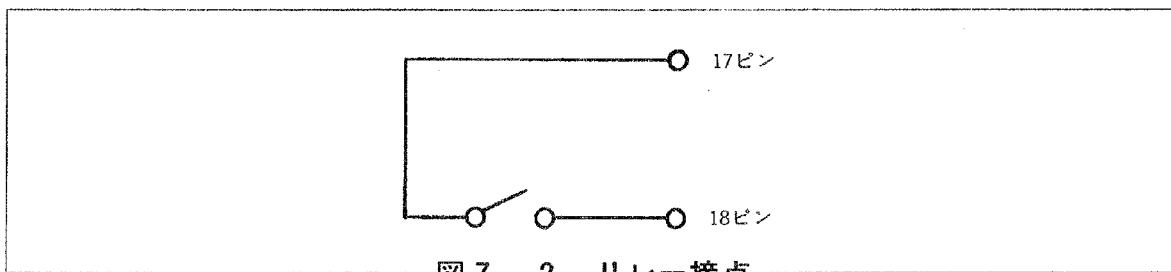

図7-2 リレー接点
- ・ブザー、リレー・モードがHIGH/GO/LOW/HIGH & LOWのいずれかに設定されていて、比較結果がそれぞれHIGH/GO/LOW/HIGH & LOWのとき、リレー接点がONになります。[図7-2]参照